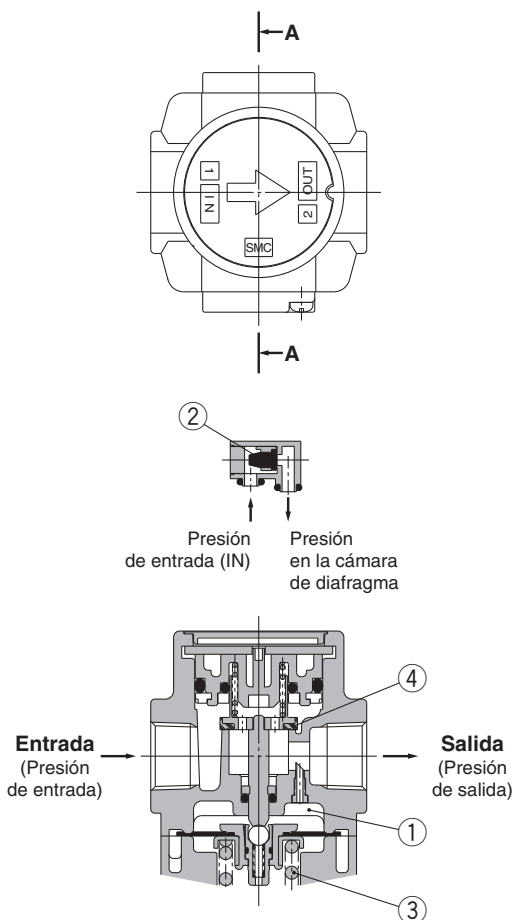

Figura 1 Normal
Cuando la presión de entrada supera la presión de regulación, la válvula antirretorno ② se cierra y funciona como un regulador normal (figura 1).